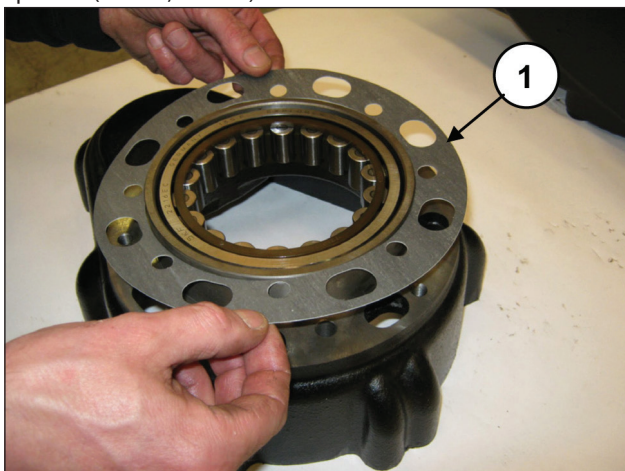

Рис. 63
уплотнение на корпус редуктора (поз. ①, Рис. 63) и